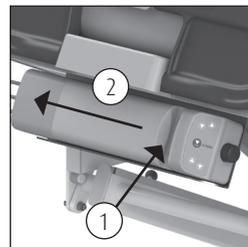

Figura 14 Batería.
- La batería se encuentra en el extremo superior del carro (Ver la figura 14).
- Para extraer la batería, utilice una mano para desbloquear el cierre (1) de la batería y, a continuación, deslice la batería hacia la derecha (2) (Ver la figura 14).